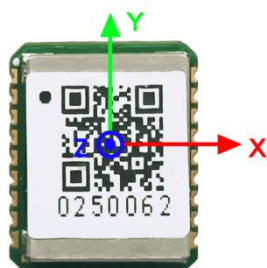

图 2.1. LPMS-BE2 参考坐标系(S)
**Sensor coordinate system(S)**是固定在 LPMS-BE2 传感器上面的坐标系,属于右手直角坐标系,即产品屏蔽盖上所标记的坐标系,如图 2.1 所示。**Object coordinate system(O)**是固定 LPMS-BE2 传感器于所检测物体上的坐标系,当(S)与(O)不是完全重合时,可通过配置 LPMS-BE2 传感器调整坐标系(S),使得两坐标系重合,具体请参考下面的相关章节。